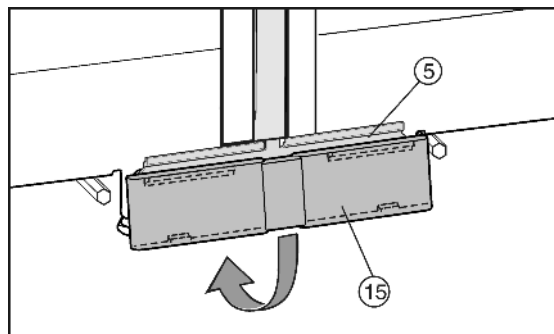

Fig. 11
- ▶ Dolną pokrywę Fig. 11 (15) założyć od dołu na blachę łączącą Fig. 11 (5) i zazębić od dołu.